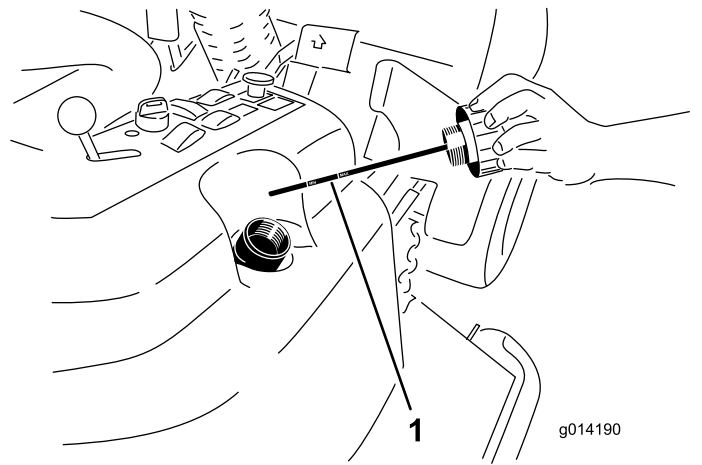

图52
4. 从加油颈上取下液压加油盖图52。
5. 取出量油尺用干净的抹布擦拭图52。
6. 将量油尺完全拧入加油颈然后再取出检查液位图52。